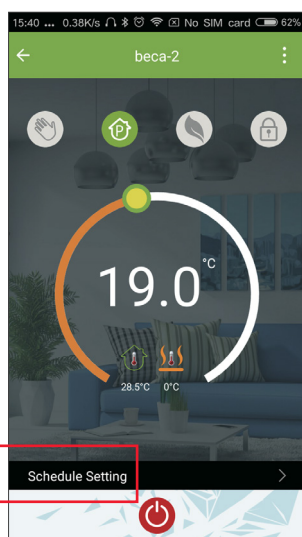
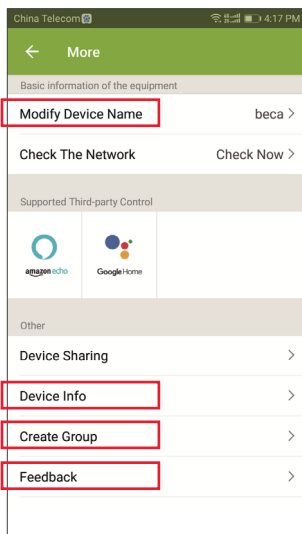

Fig. 5-2
Fig. 6-1
- En mode horaire, cliquez sur le réglage de l'horaire (en bas de la page) pour accéder à la page de l'horaire (voir Fig. 5-2), où vous pouvez simplement cliquer sur les jours ouvrables (lun. - ven.), puis sur l'heure/la température pour l'ajuster à votre horaire préféré.
Si vous utilisez plusieurs thermostats d'ambiance, vous avez la possibilité dans l'appli de regrouper ces thermostats d'ambiance en un groupe afin de pouvoir régler la température des trois appareils simultanément. Pour ce faire, appuyez sur les trois points en haut à droite de l'appli (fig. 5-2), puis sur „Créer un groupe“ (fig. 6-1). Sélectionnez ensuite tous les appareils souhaités et confirmez. Outre la création de groupes, vous pouvez également modifier le nom de l'appareil, partager votre appareil et obtenir des informations sur votre appareil dans le menu.